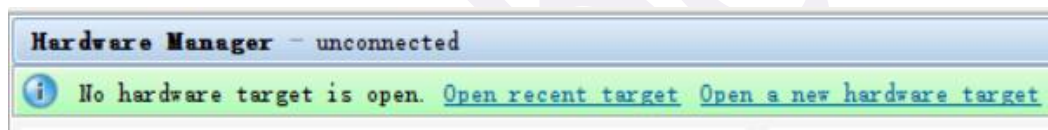

图 3-1-28 打开新的硬件目标
(5) 选择打开硬件管理器选项，然后单击确定。硬件管理器窗口将打开并显示“未连接”状态；
(6) 点击 Open a new hardware target。如果之前已经配置过开发板你也可以点击最近打开目标链接 Open recent target，如图 3-1-28 所示；